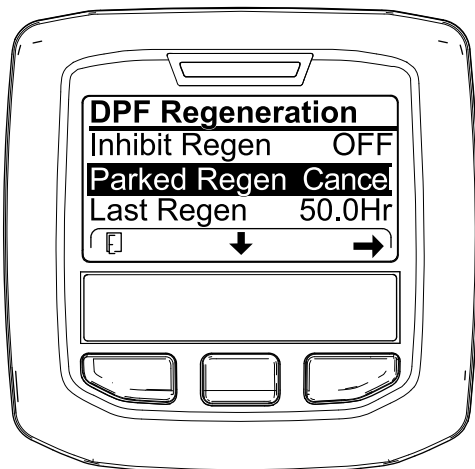
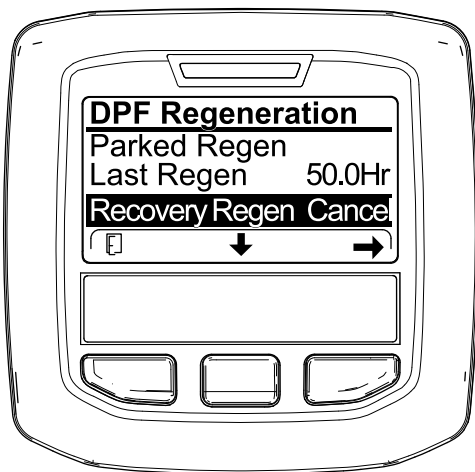

Figura 70
Figura 71
1. Acesse ao menu Regeneração do filtro de partículas de gásóleo (Figura 70).
2. Prima o botão central para ir até à opção CANCELAR REGENERAÇÃO EM ESTACIONAMENTO (Figura 70) ou CANCELAR REGENERAÇÃO DE RECUPERAÇÃO (Figura 71).
3. Pressione o botão direito para selecionar a entrada Cancelar regeneração (Figura 70 ou Figura 71).